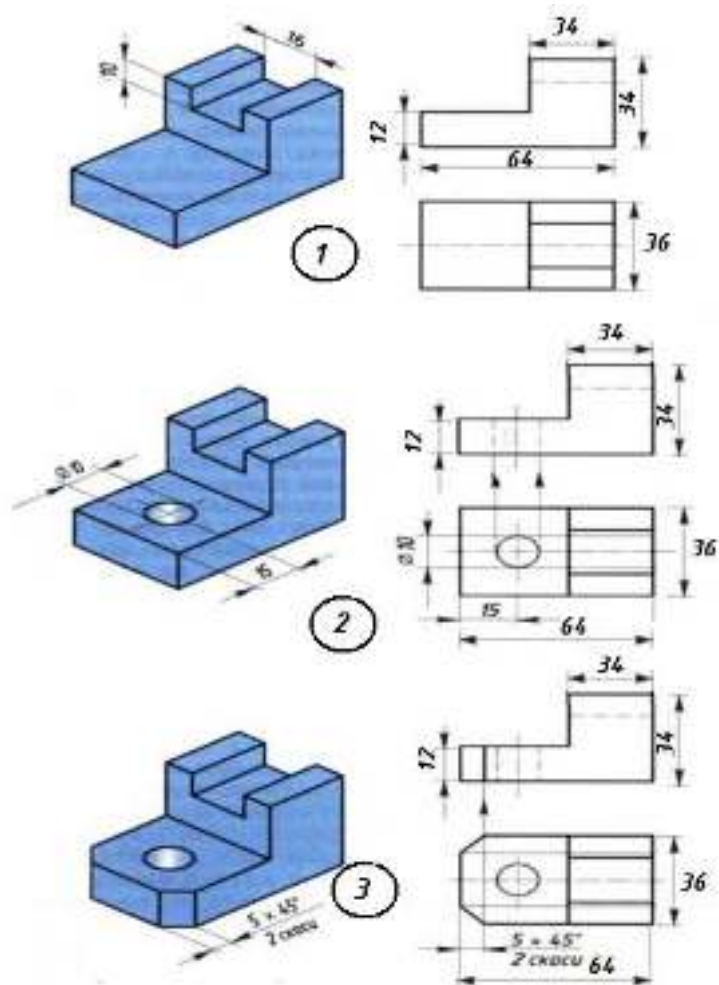

Рис. 22 – завдання № 9
3. На рис. 22 наведені два вигляди моделі, треба докреслити бракуючий вигляд, по розмірам.